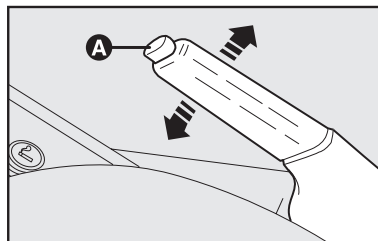

fig. 1
## FRENO DE ESTACIONAMIENTO fig. 1
- 1) Levante un poco la palanca y presione el botón **A**-fig. 1.
- 2) Con el botón presionado baje la palanca. El señalador luminoso (C) se apaga.